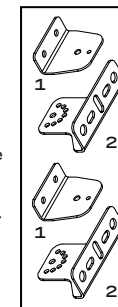

Рис. 1
- 5.9 Конструкцией осветительного прибора предусматривает, по умолчанию, стационарное крепление на двухсоставные скобы, входящие в комплект поставки (рис. 1).